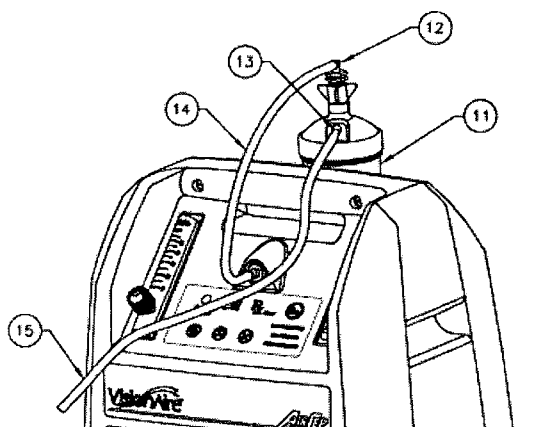

Figura I.3
I. 3. Instalación del humidificador (opcional) (figura I. 3)